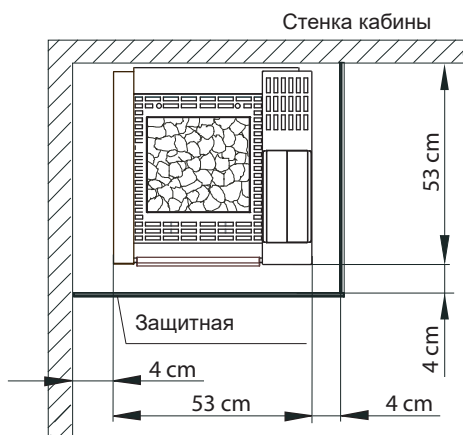

Рис. 1
Рис. 1а
- При установке печи сауны необходимо следить, чтобы вертикальное расстояние между верхним краем печи сауны и крышей сауны составляло не менее 105 см, а горизонтальное расстояние (между боковыми сторонами) между печью и стенкой кабины - не менее 4 см (рис. 1).
Рис. 1с